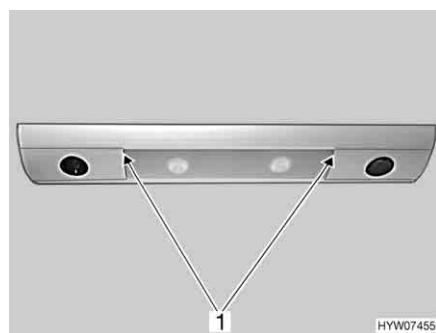

Fig. 153 Luce piano di lavoro/luce area cottura (variante 1)
- Tirare il vetro della luce (Fig. 153,1). Iniziare ad estrarre tirando a destra o a sinistra.